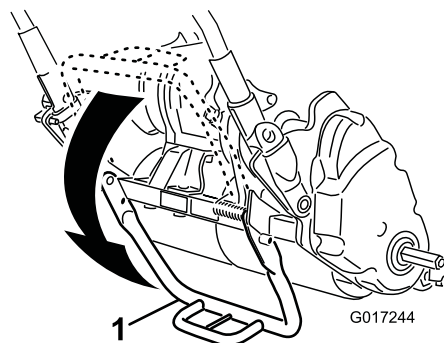

図 17
1. キックスタンドを立てるスタンドを足で下げながらハンドルで機体を持ち上げて機体をスタンドで支える 図 17。